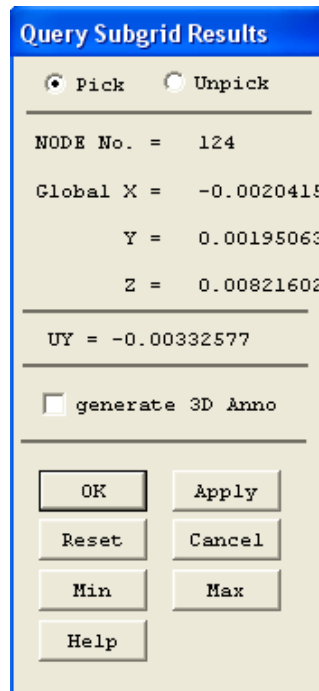

Рисунок 63. Окно выбора *Query Subgrid Results*
- С помощью появившегося окна выбора *Query Subgrid Results* (Рисунок 63) и «мыши» необходимо указать точку модели, в которой необходимо узнать точное значение выбранного параметра